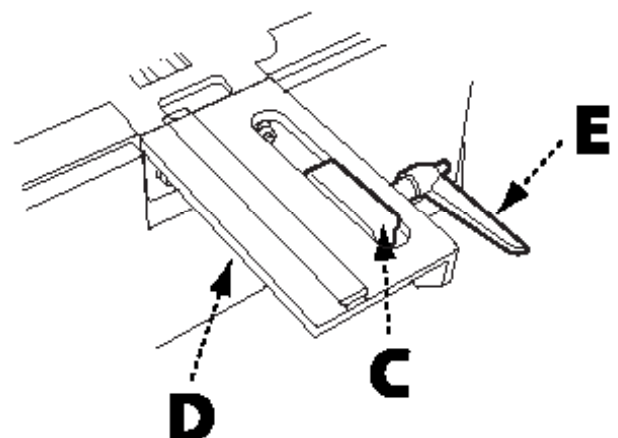

FIGURE 3
3. Fixez le support de fixation du guide (A) sur le guide (B) à l'aide de quatre vis à tête ronde M8 x 25 mm et de rondelles de blocage de 8 mm. Voir Figure 3.